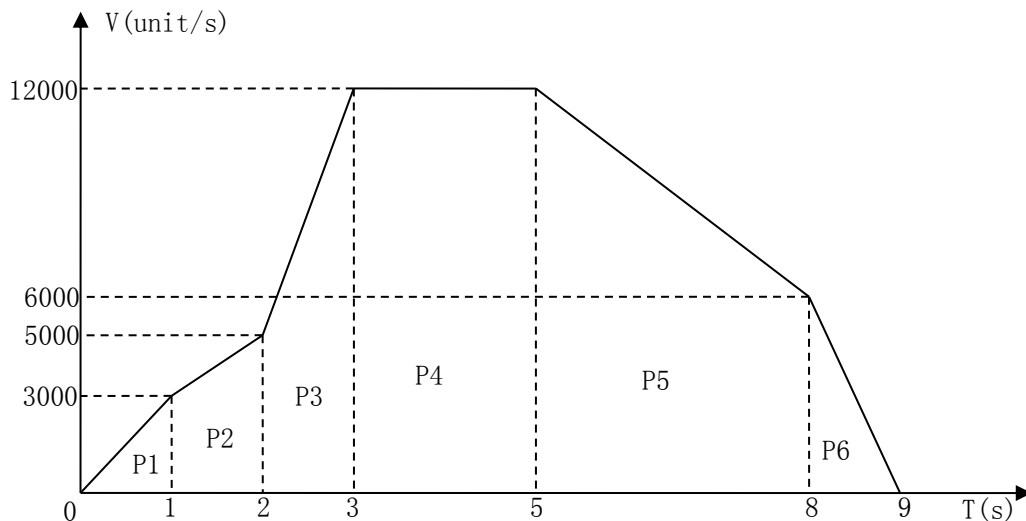

图 2.19 PTT 模式下的 V-T 曲线规划
**例 程：**执行 PTT 模式运动。需运行图 2.19 的 PTT 规划曲线。